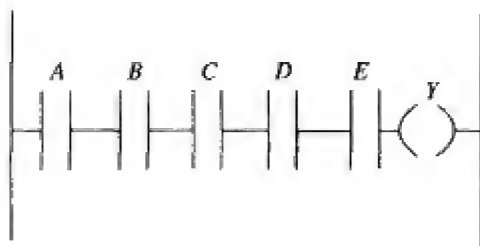

图 5-47
- d. 问题：太多的串联触点（仅允许 4 个）（图 5-47）